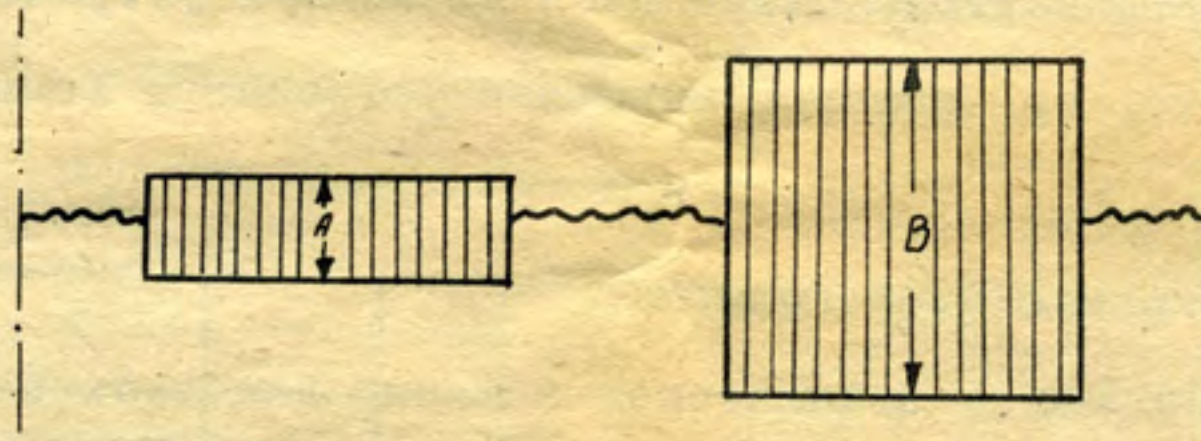

рис.3
3.1.8. Если головка находится на некотором расстоянии от дорожки 16 со стороны дорожки 17, на экране появляется картина, похожая на рис.3.